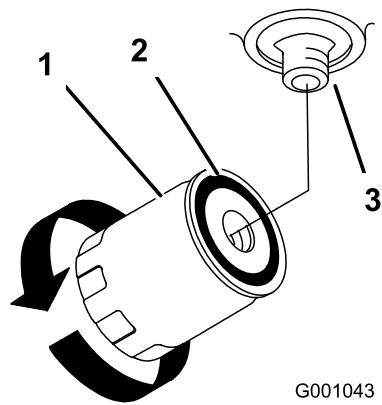

Bild 74
7. Ölen Sie die Gummidichtung am Ersatzfilter leicht mit Frischöl ein (Bild 74).
9. Füllen Sie den Hydraulikbehälter mit Hydraulikflüssigkeit, bis die Flüssigkeit über den Filter läuft. Drehen Sie den Ölfilter dann nach rechts, bis die Gummidichtung den Filteradapter berührt. Ziehen Sie den Filter dann um eine weitere halbe Umdrehung fest (Bild 74).